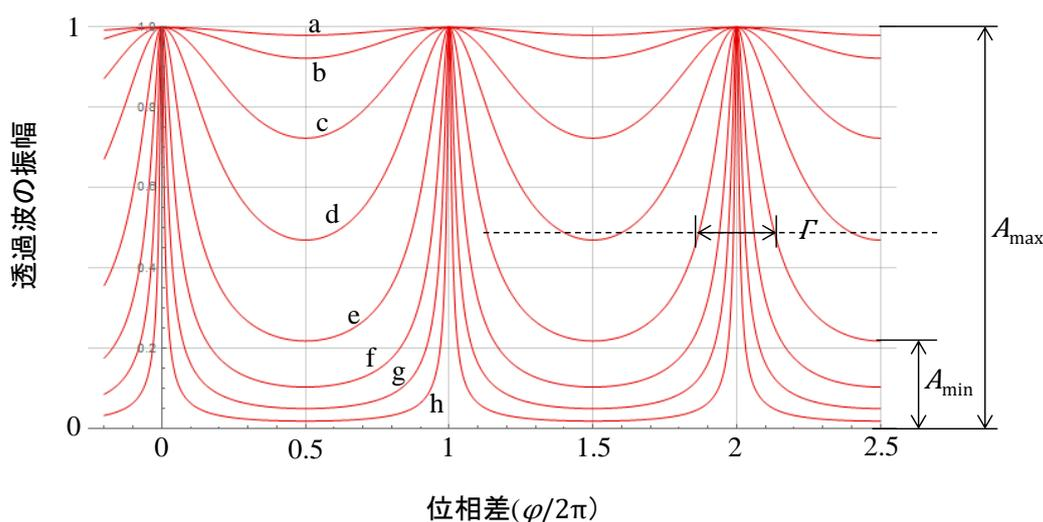

図 2-13 いろいろな r の値に対する透過特性。 A_{\max} 、 A_{\min} 、 Γ はそれぞれ曲線eの場合の透過波の振幅の最大値、最小値、およびピークの半値全幅(ピークの1/2の高さにおける幅)である。
いくつかの r の値についての計算結果(振幅 A)を図2-13に、そのときの r と t の値を表2-1に示す。式(2-9)を見てわかるとおり、 A は φ の周期関数であり、 $\varphi/2\pi$ が整数の時には r の値に関わらず1に等しい。また、 A は位相差 φ (①と②の間隔で決まる)によって大きく変化し、その変化の大きさは、反射率が高い(透過率が低い)ほど大きい。ただし、この計算では半透明鏡による吸収や回折による損失は考慮していない。
- (1) 送りネジを可動範囲全域で動かし、振幅が周期的に変化することを確認なさい。数個の極大が見つかるはずなので、そのうちの適当な隣接する 2 個に着目し、それらのピークを含む範囲で、振幅を可動衝立の位置の関数として測定し、グラフにしなさい。
- (2) ピークの間隔を求めなさい。その値の波長に対する比はいくらか。また、そうなる理由を述べなさい。
- (3) 測定した値に適当な係数を掛けて、ピークの間隔とピークの高さが 1 になるように拡大・縮小し（この操作を規格化という）、解答用紙に複製してある図 2-13 の計算結果 (a～h) に重ね書きして比較し、 r と t の値を推定しなさい。この際、ピークのひとつが原点に一致するように横軸の値に定数を加えてよい。また、問 2-3b で求めた振幅透過率と比較検討しなさい。
二つの衝立に貼った穴あき金属板をラップに張り替えて、問 2-3c と同様の実験を行いなさい。図 2-13 の計算結果と比較し、ラップ 1 枚の r と t を推定しなさい。またビジビリティ V を求めなさい。